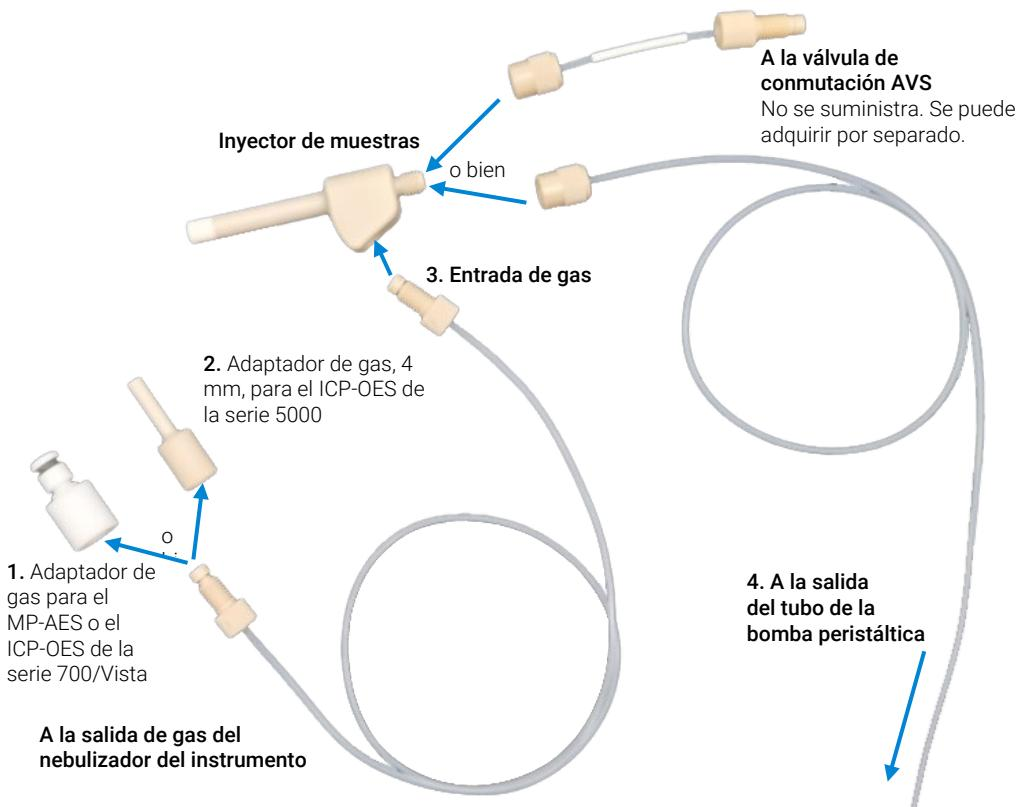

Figura 2 Instrucciones de montaje del nebulizador inerte de surco en V para muestras con elevado contenido en sólidos disueltos totales (TDS)
- Inyector de muestras, conector del nebulizador al tubo de muestras (1/16") (4 en la Figura 2)
- Inyector de gas, nebulizador al adaptador de gases para el ICP-OES de la serie 5000 (3 en la Figura 2)
- Adaptador de gas para la salida de gas del nebulizador del ICP-OES de la serie 5000 (2 en la Figura 2)
- Adaptador de gas para el MP-AES o el ICP-OES de la serie 700/Vista (1 en la Figura 2)